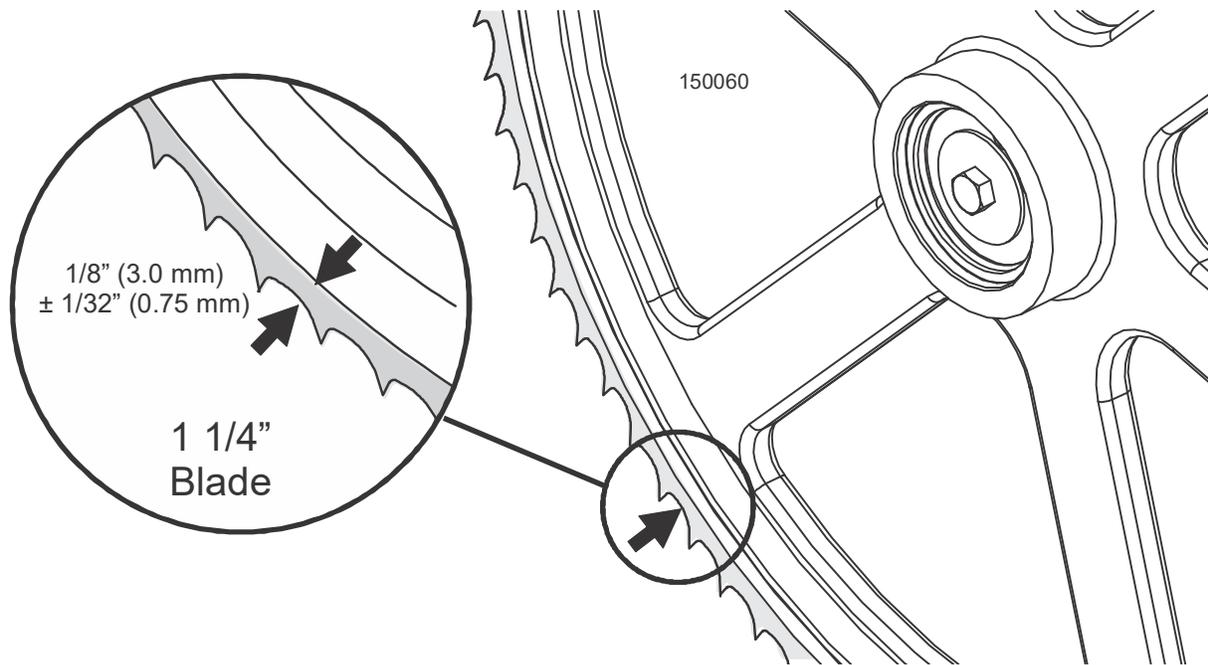

FIG. 3-42
7. Positionnez les lames de 1 1/4" de large (standard) sur les volants de façon à ce que la gorge ressorte de 1/8" (3,0 mm) du bord du volant. Voir Figure 3-42.